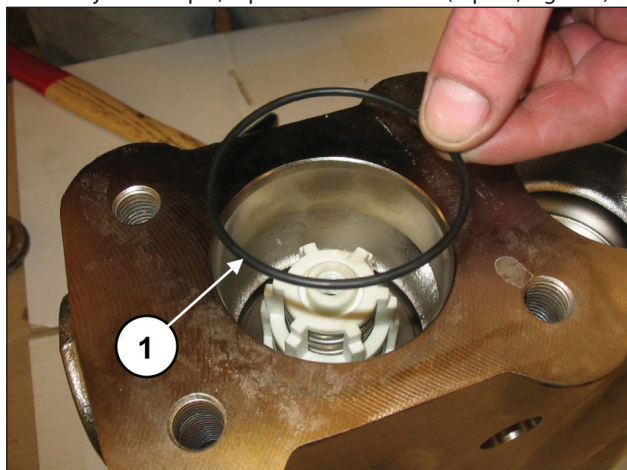

Fig. 110
Placer le joint torique, rep. vue éclatée n° 17 (rep. ①, Fig. 110).